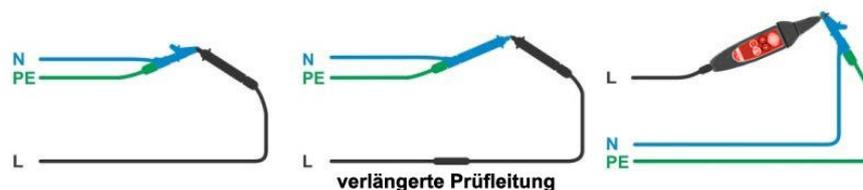

Abbildung 7.22: Kurzgeschlossene Prüflingleitungen
- › Schließen Sie die Prüflingleitungen am Prüfgerät an und schließen Sie die Prüflingleitungen miteinander kurz, siehe **Abbildung 7.22**.